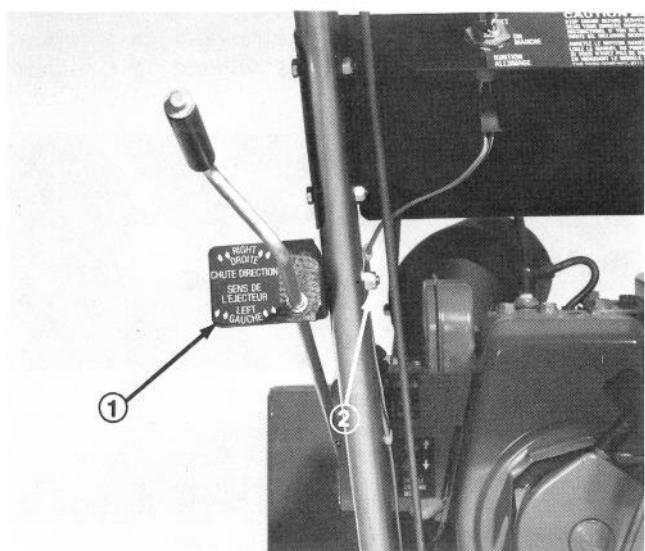
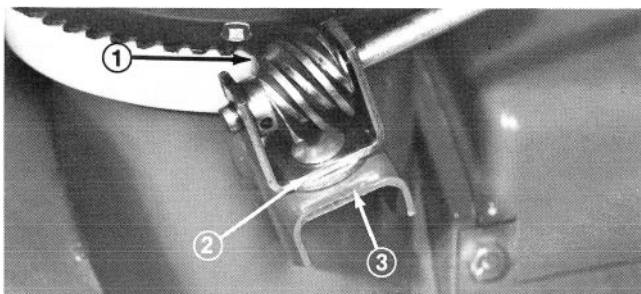

Figure 8
Figure 9
1. Posez le support et la tige de commande d'éjecteur sur le côté gauche des mancherons à l'aide de la vis à tête et de l'écrou de blocage. Laissez l'écrou desserré jusqu'à ce que l'ensemble soit complètement monté (Fig. 8).
2. Appliquez de la graisse à toutes fins No 2 sur la vis sans fin et fixez le support de vis sans fin sur la colerette de montage (Fig. 9). Installez la rondelle plate d'espacement entre le support et la colerette et la rondelle pyramidale et l'écrou de blocage sous la colerette (Fig. 9).
3. Appuyez bien la vis sans fin sur les dents de l'anneau de retenue, puis serrez l'écrou de blocage (Fig. 9). Serrez ensuite l'écrou de blocage pour retenir le support de la tige de commande d'éjecteur contre le mancheron gauche (Fig. 8).